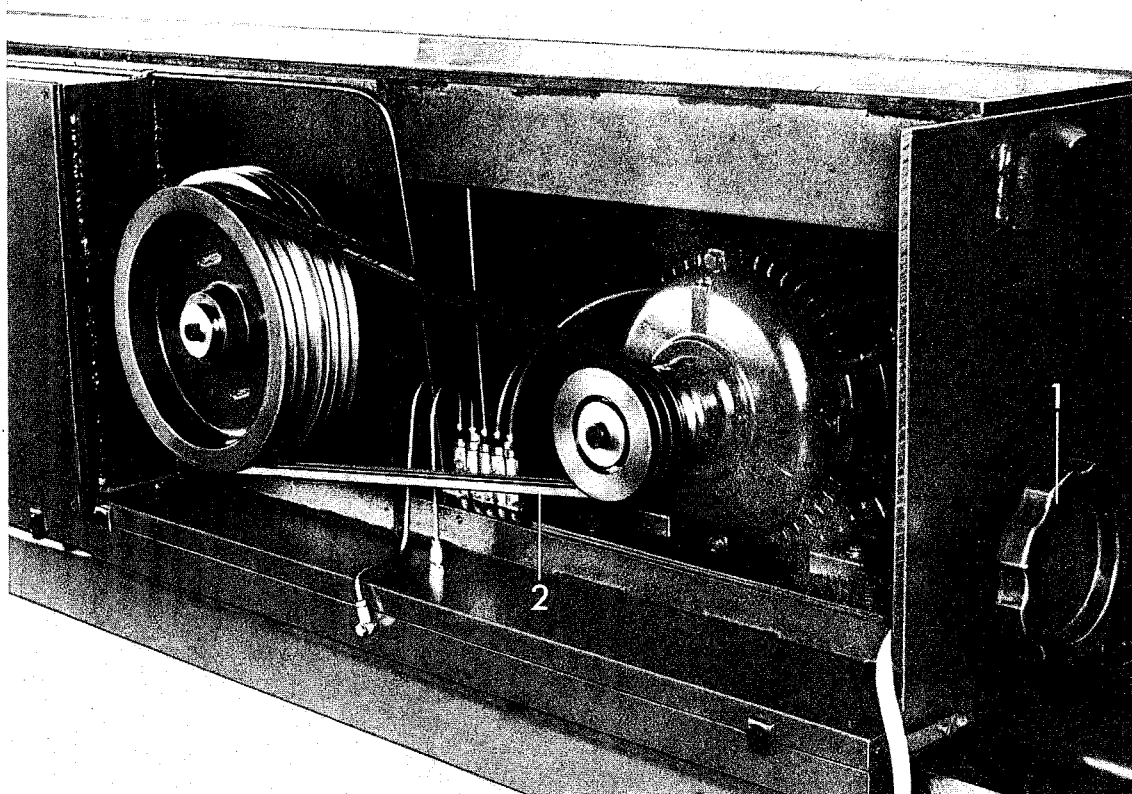

Abb. 29
Die je nach Materialart benötigte Schnittgeschwindigkeit (Tabelle Abb. 17) wird unter Beachtung des Sägeblattdurchmessers (Tabelle Abb. 20) am Wahlschalter 2 bzw. durch Umlegen der Keilriemen auf die Stufenscheiben (Abb. 29) ausgeführt.
4. Stellrad (Abb. 29,1) gegen Uhrzeigersinn bis zum Anschlag drehen.
5. Keilriemen (Abb. 29,2) auf erforderliche Stufe legen.
6. Stellrad (Abb. 29,1) im Uhrzeigersinn drehen. Gespannte Keilriemen (Abb. 29,2) sollen sich durch leichten Druck um Keilriemenhöhe durchdrücken lassen.